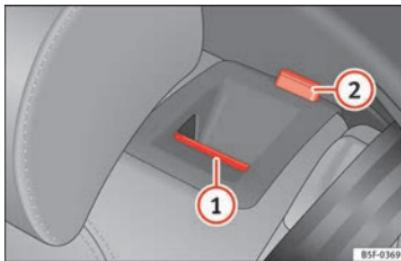

Fig. 155 Sullo schienale del sedile posteriore: tasto di sblocco **1**; tacca rossa **2**.
- Tirare il tasto di sblocco **» fig. 155** **1** in avanti e, contemporaneamente, abbattere lo schienale.
Lo schienale posteriore è sbloccato quando si vede la tacca rossa sul tasto **» fig. 155** **2**.